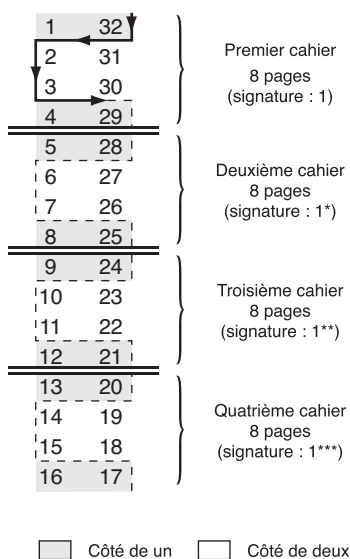

Fig. 9 : serpent pour cahiers encartés
- réaliser un tracé (indiqué par les flèches) comme sur la figure 9, pour séparer le côté de un et le côté de deux,